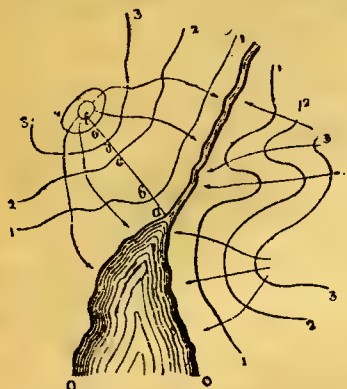
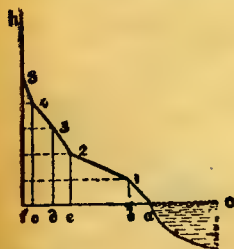

Рис. 9
Рис. 10
Такой план изображен на рис. 9. Линии (0) — берега пруда, уровень которого принят за нулевой. Далее все точки, которые находятся на высоте 1 м над уровнем пруда, соединяем непрерывной линией 1. Точки на высоте 2 м — соединены линией 2 и т. д. Цифра у линии, которая носит название горизонтали, указывает высоту данного места над уровнем пруда.
По тому, насколько близко расположены горизонтали друг к другу, можно судить о «крутизне» берегов или о «напряженности» поля. Так на рис. 10 изображен разрез по линии рис. 9. Из этого разреза виден рельеф данного места. Участок fe — наиболее крутой, be — наименее крутой.